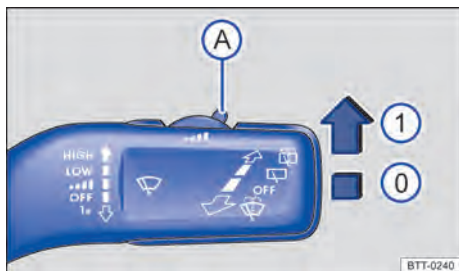

Fig. 119 Alavanca dos limpadores dos vidros: regular o sensor de luz e de chuva (A).
O sensor de chuva e de luz ativado controla automaticamente os intervalos dos limpadores dos vidros de acordo com a intensidade da chuva \Rightarrow . A sensibilidade do sensor de chuva e de luz pode ser regulada manualmente com ajuda do interruptor \Rightarrow Fig. 119 (A).
Pressionar a alavanca para a posição desejada \Rightarrow Fig. 119: